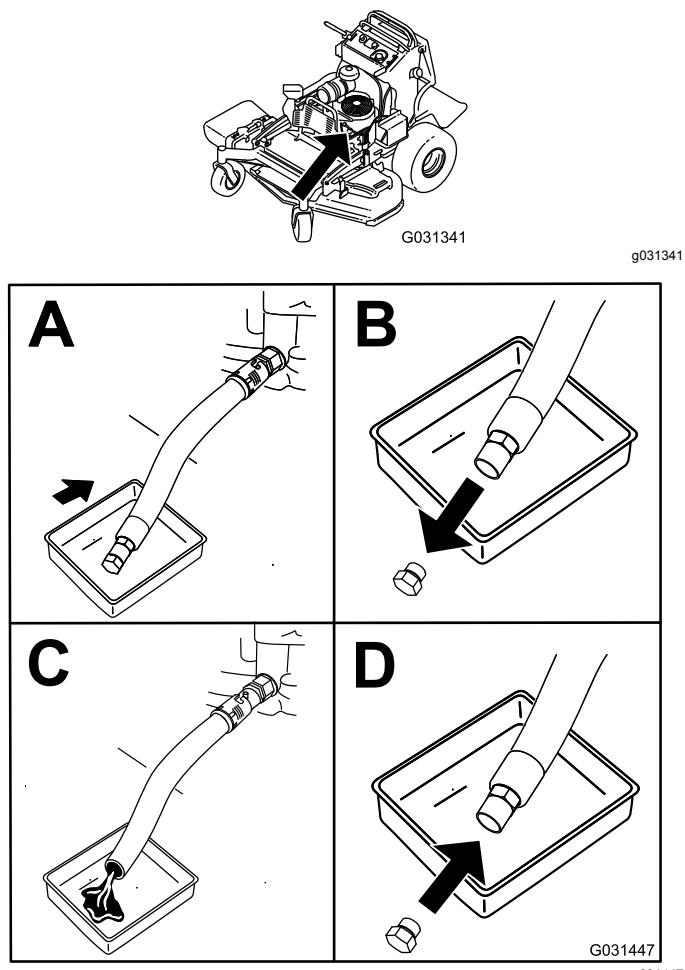

Figura 38
- Mude o óleo do motor como se mostra na Figura 38.